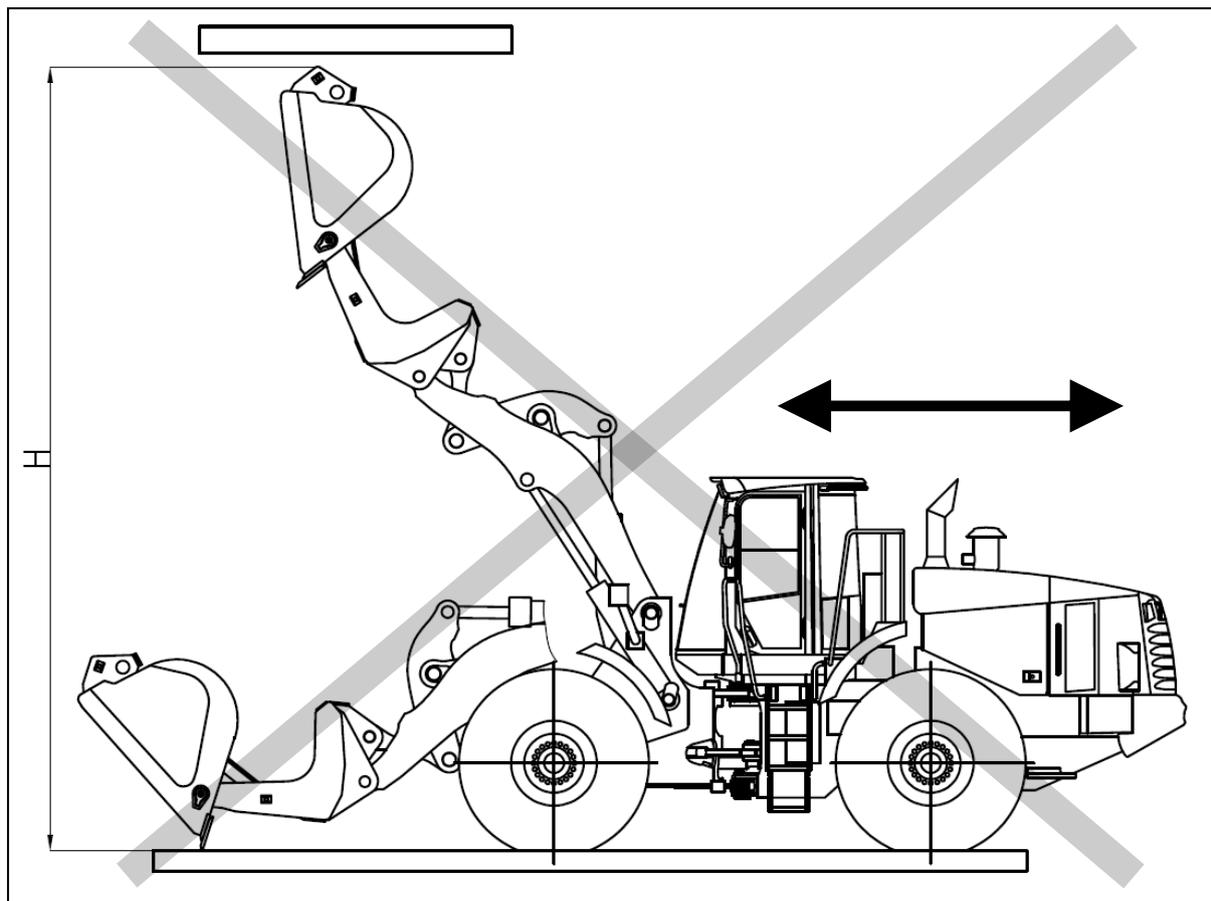

Abb. 6.1: Das Bewegen des Radladers mit geöffneter Hochkippschaufel ist verboten!
**Das Bewegen des Radladers mit geöffneter Hochkippschaufel ist verboten (siehe Abb. 6.1). Bei Kollisionen oder übermäßiger Belastung besteht die Ge-**